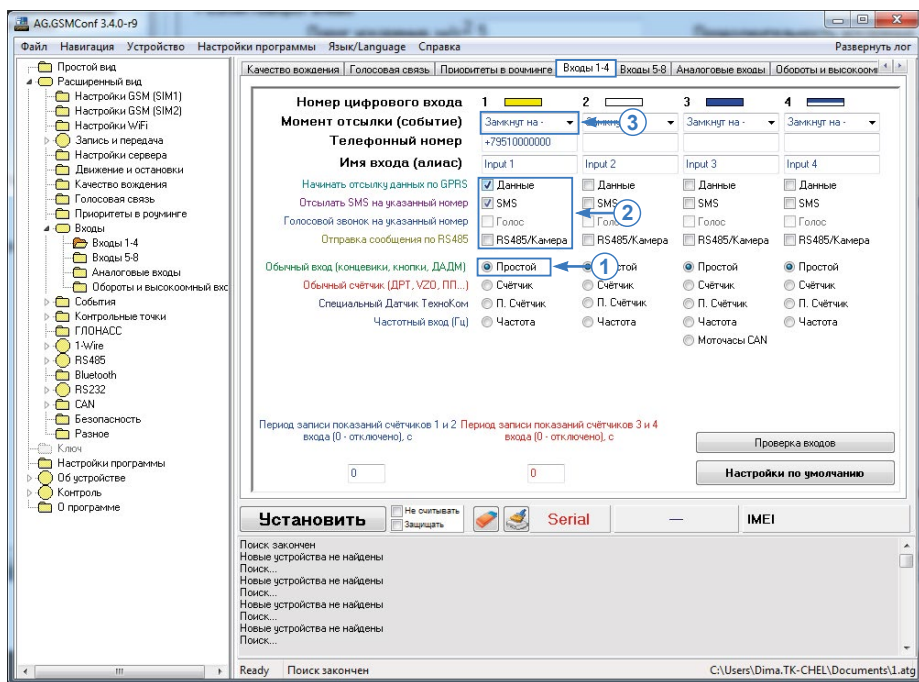

Рис.9. Настройка входа контроллера при подключении выхода датчика «ТК-EcoDrive».
Для настройки поведения входа контроллера при срабатывании подключенного выхода датчика перейдите на вкладку «Входы 1-4» программы «AG.GSMConf» (Рис.9):
- выберите режим работы этого входа «Простой» (Рис.9, п.1). Этот режим предназначен регистрировать изменение состояния входа и выполнять запись состояния в память контроллера.
- назначьте действия на ответное срабатывание входа контроллера при включении выхода датчика (Рис.9, п.2):
- выберите момент отсылки уведомлений (**Рис.9, п.3**): при замыкании входа на «-» или замыкании на «+» (соответствует размыканию входа). Для того, чтобы контроллер начинал выполнять запрограммированные действия в момент включения выхода датчика «TK-EcoDrive» (т.е. в момент превышения порога ускорения), выберите настройку «Замкнут на «-»»;